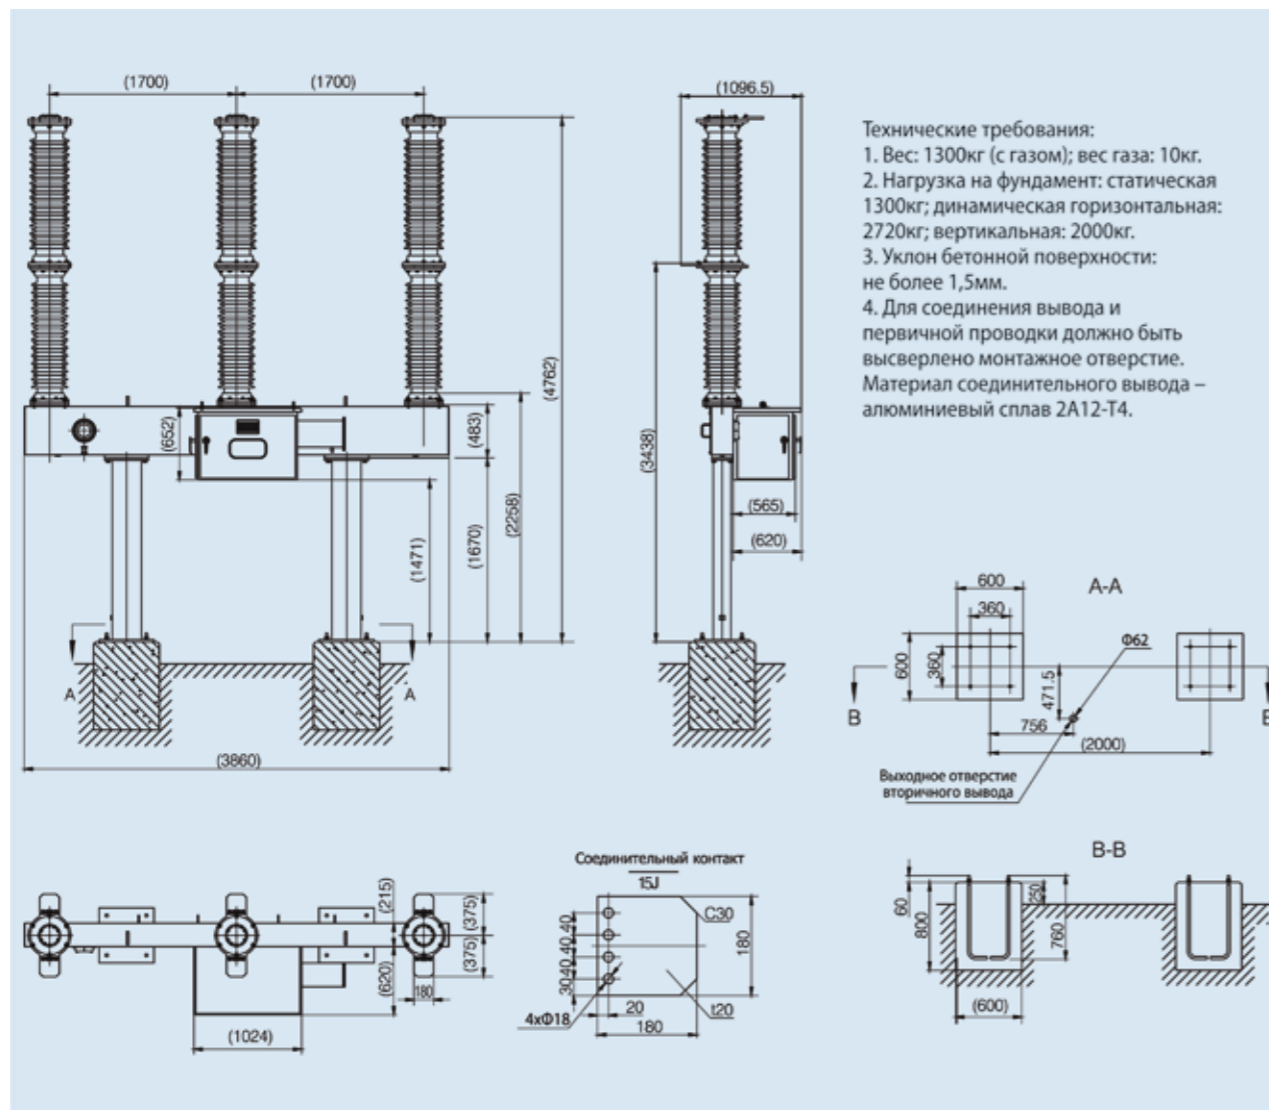

Рис. 6.1 Внешний вид и размеры выключателя высоковольтного элегазового выключателя LW36-126
6.1 Внешний вид и размеры выключателя (см. рис. 6.1)